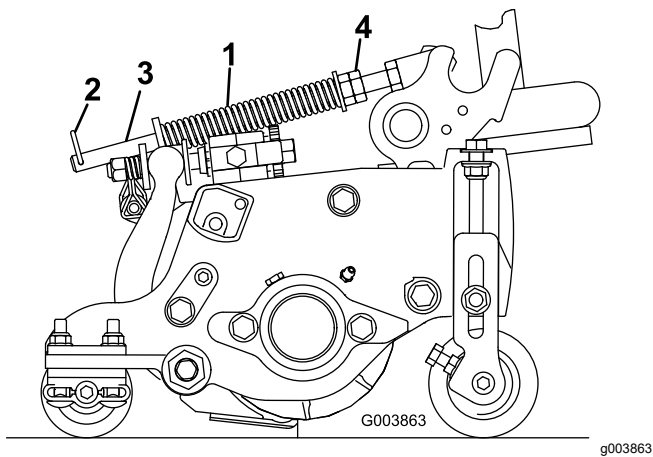

Bild 14
Die Rasenkompensierungsfeder verlagert das Gewicht von der Front- zur Heckrolle (Bild 14). Dies reduziert ein Bobbing genanntes Wellenmuster auf der Grünfläche.
1. Stellen Sie sicher, dass der Splint in das hintere Loch in der Federstange eingesetzt ist (Bild 14).
2. Ziehen Sie die Sechskantmuttern vorne an der Federstange an, bis die zusammengedrückte Länge der Feder an 12,7-cm-Mähwerken 12,7 cm oder an 17,8-cm-Mähwerken 15,9 cm beträgt (Bild 14).